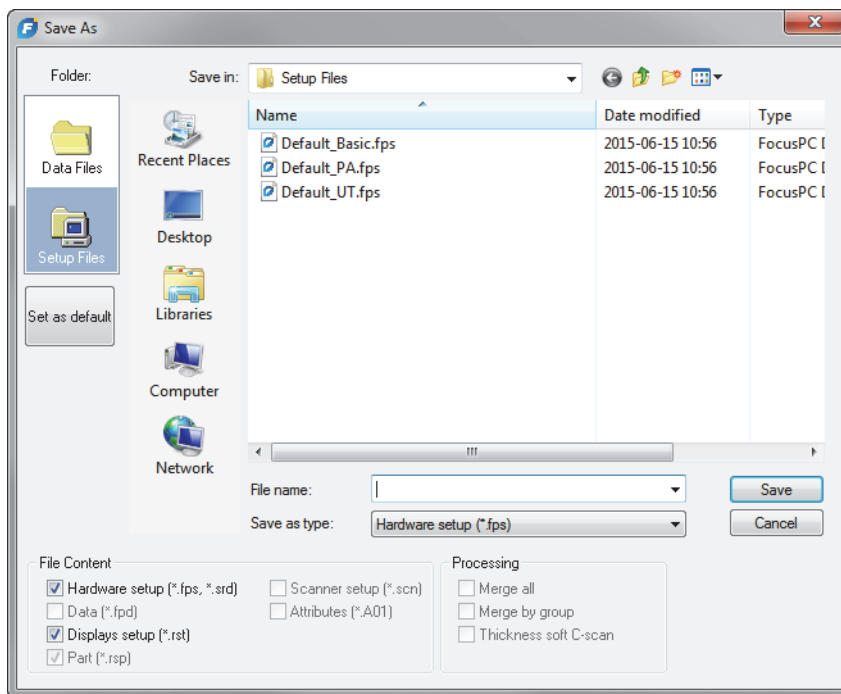

Рис. 4-38 Диалоговое окно Сохранить как
2. В диалоговом окне **Save As [Сохр. как]** (Рис. 4-38 на стр. 141), выполните следующее: